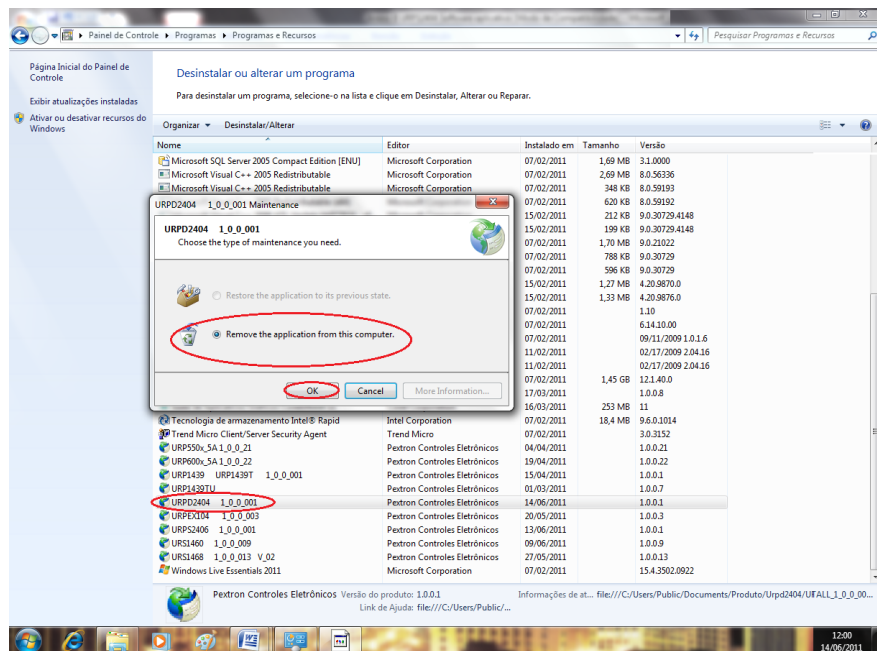

Figura 1: Desinstalação do programa
- ✓ clique em “Desinstalar ou alterar um programa” conforme mostra a figura 1;